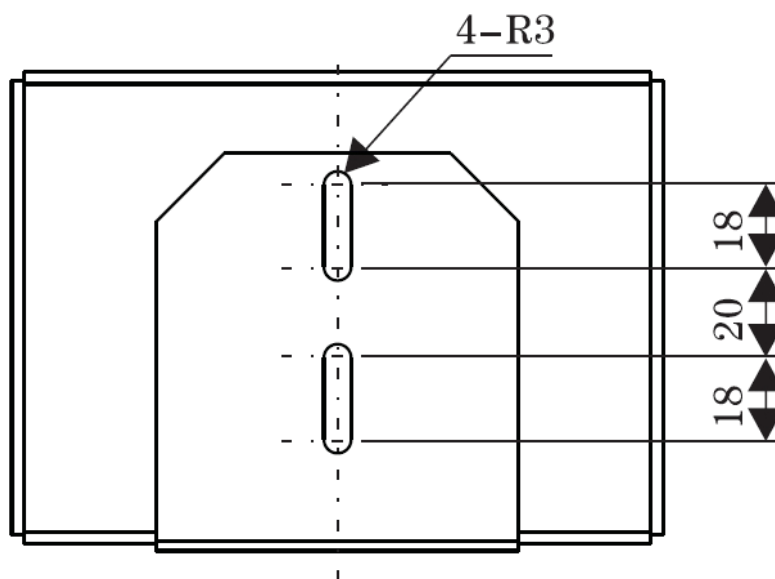

Рис.3. Размер пластины фиксации гермокожуха
3. Для установки пластины фиксации гермокожуха (См. рисунок 3 с размерами пластины).